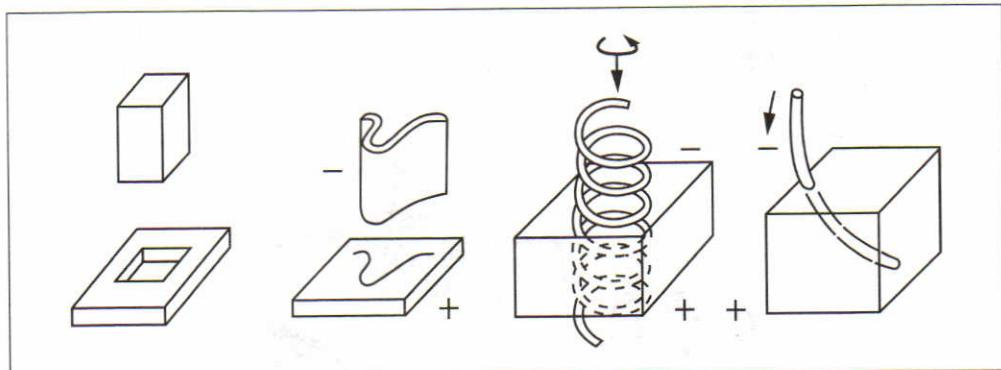
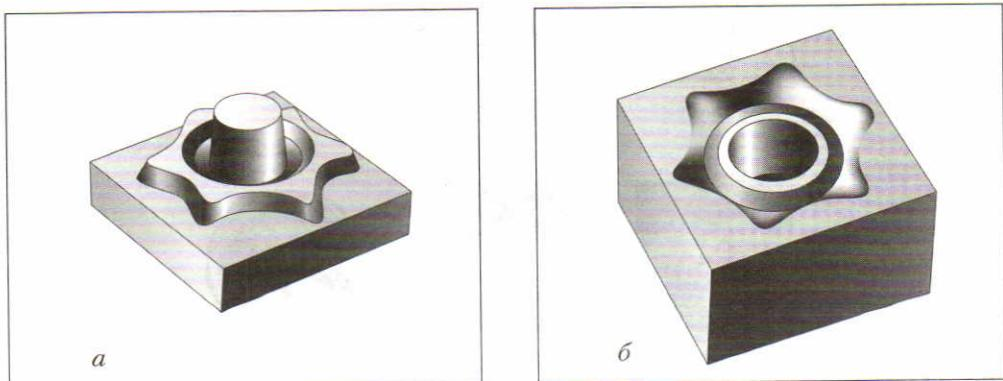

Рис. 13. Отверстия, изготавляемые электроэррозионной обработкой (метод прошивки)
Рис. 14. Электрод-инструмент (а) и полученная методом электроэррозионного копирования деталь (б)
При прошивке форма электрода-инструмента в поперечном сечении совпадает с формой получаемого отверстия (рис. 13). При копировании на деталь переносится форма нижней поверхности электрода-инструмента (рис. 14).
- возможность изготовления деталей сложных форм, криволинейных отверстий и отверстий некруглого сечения (см. рис. 13), которые нельзя получить другими способами обработки;